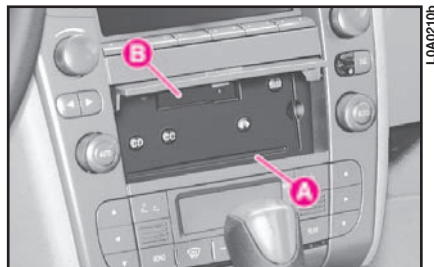

fig. 221
- lettore per CD audio/CD ROM di navigazione **A** (fig. 221) sulla plancia